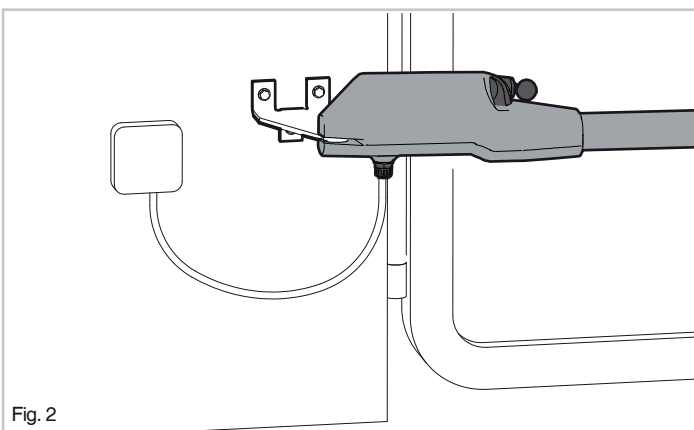

Fig. 2
- O cabo elétrico que sai do motor não deve ser esticado, mas fazer uma grande curva por abaixo para evitar o refluxo de água (fig. 2).